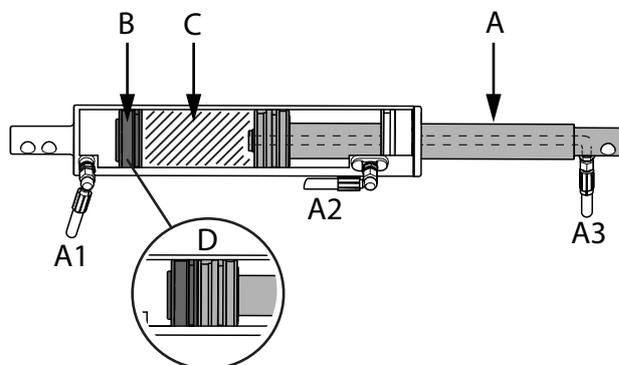

Рис. 8.26
Наиболее важный параметр машины – глубина сева – устанавливается с помощью запоминающего цилиндра “Рис. 8.26”.
- Когда машина поднимается и опускается, приводится в действие поршневой шток (A). Соединения цилиндра (A2) и (A3) подключены. Когда машина опускается в положение сева, поршневой шток опускается и касается упора цилиндра (B). См. пример (D) в “Рис. 8.26”.
- После того, как задана рабочая глубина, можно ограничить длину хода цилиндра, переместив упор цилиндра (B). Соединения (A1) и (A2) подключены.
При установке рабочей глубины важно разместить упор цилиндра (В) и поршневой шток (А) таким образом, чтобы они касались друг друга. См. пример (D) в “Рис. 8.26”.